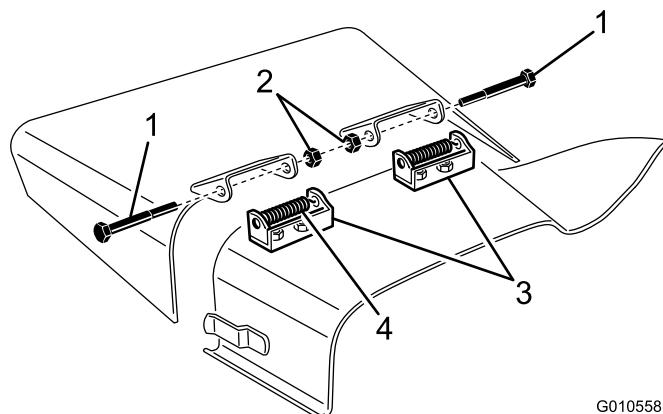

Figura 29
- Retire os 2 parafusos, porcas de bloqueio e molas que fixam o deflector aos apoios de articulação (Figura 29).
- Para remover os apoios de articulação, retire os parafusos de carroçaria e porcas (Figura 29).